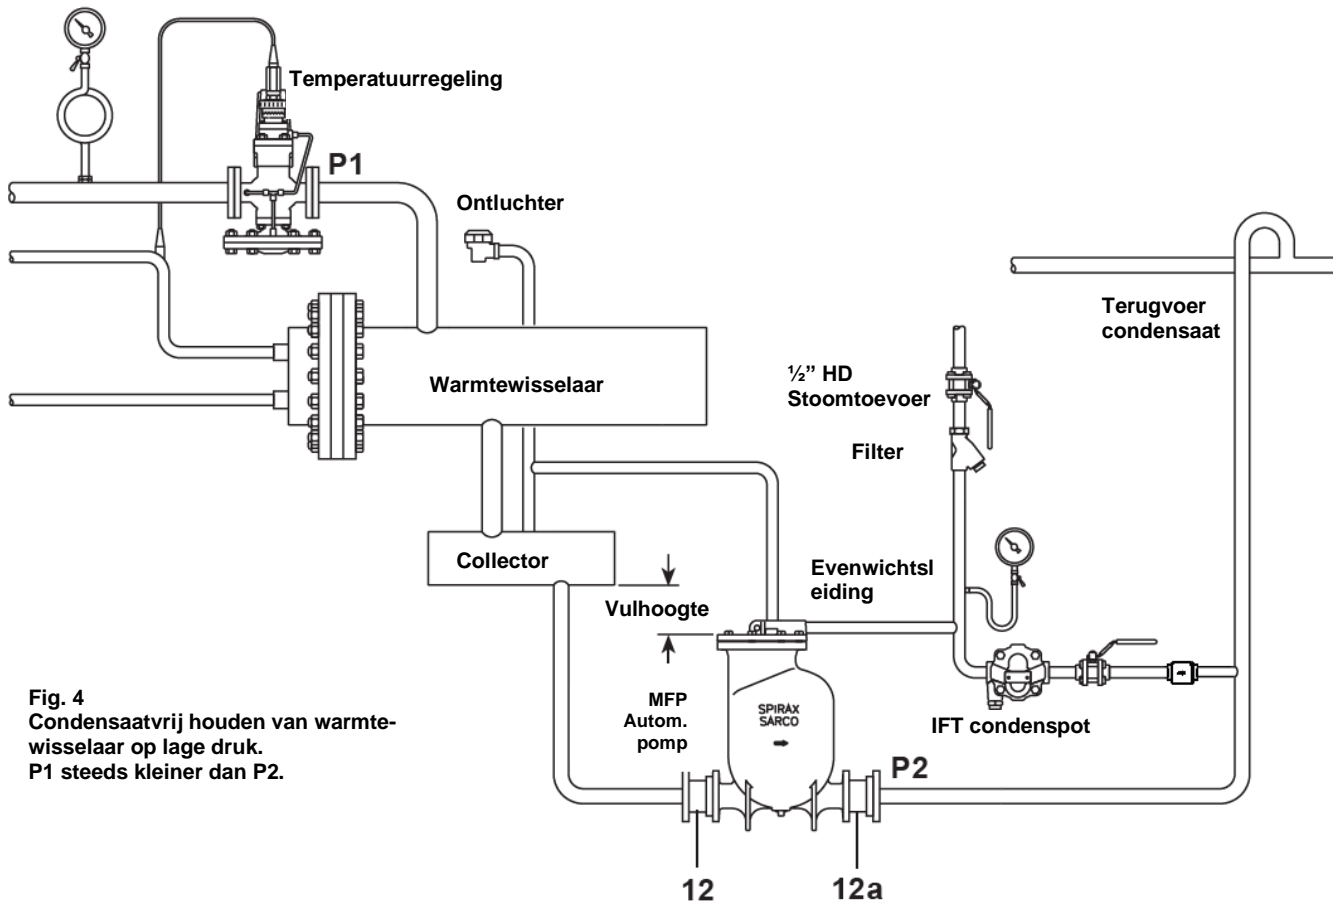
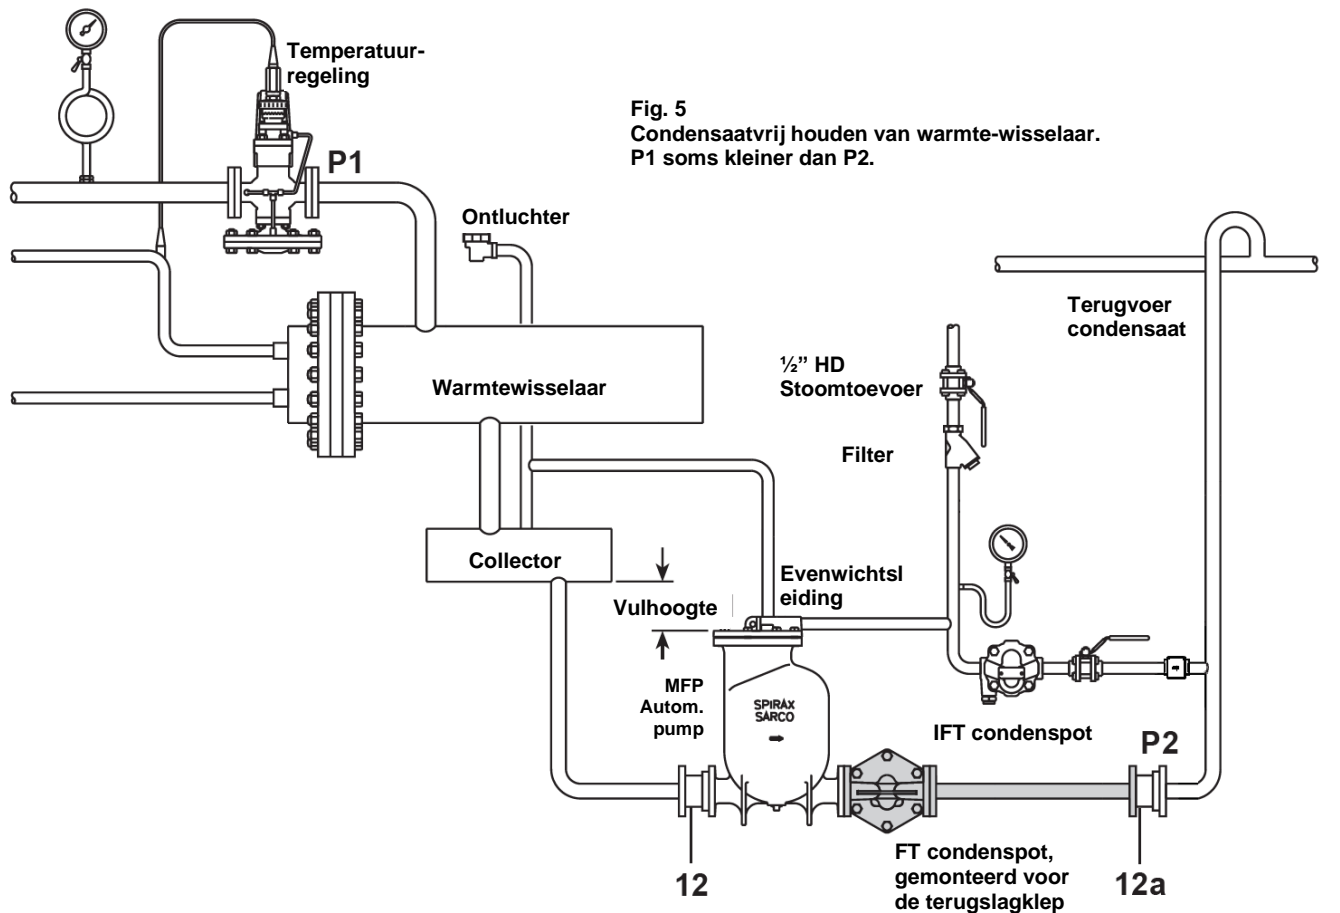

Fig. 4
Fig. 5
1. Monteer de pomp onder het toestel dat moet ontwaterd worden, de uitlaatliding verticaal naar boven. Voorzie de aanbevolen vulhoogte zoals aangeduid in fig. 4 en 5 (verticale afstand tussen bovenkant pomp en onderkant collector). Voor andere vulhoogten raadpleeg de capaciteitsgrafiek.
3. Monteer de terugslagkleppen (12) en (12a) op de pomp en zorg ervoor dat zij in de correcte doorstroomrichting gemonteerd zijn. Span de flensbouten aan tot 76-84 Nm. Horizontale leidingen vóór de toevoert terugslagklep en achter de afvoert terugslagklep moeten tot het minimum beperkt worden. Sluit de pompafvoerleiding aan de condensaatretourleiding.
6. Wanneer de kans bestaat dat de tegendruk in de retourleiding lager wordt dan de stoomdruk in de warmte-wisselaar, dan moet een aangepaste condenspot met gesloten vlotter en ingebouwde thermostatische ontlufter voorzien worden tussen de pomp en de afvoert terugslagklep zoals getekend in fig.5.